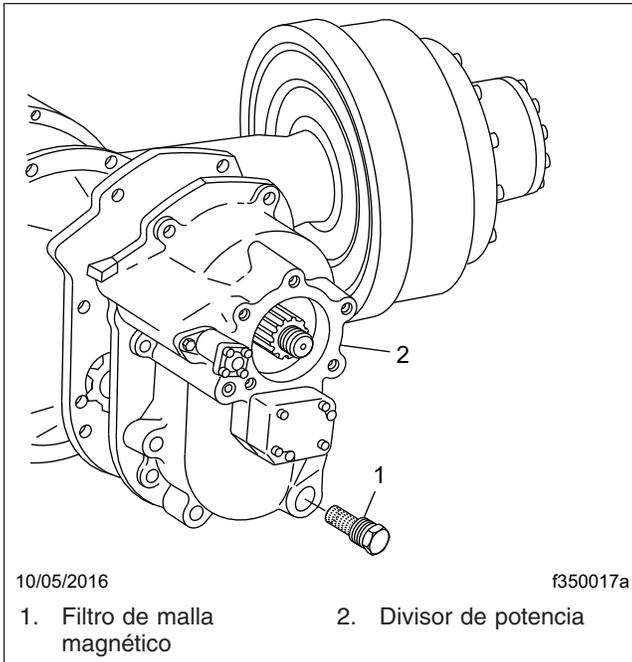

Figura 5, Filtro de malla magnético para ejes motores en tándem Dana Spicer
4. En cada cambio de aceite del eje, retire y limpie el filtro de malla magnético, si así está equipado. Vea la Figura 5.